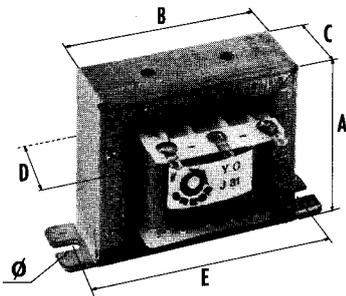

Fig. 1
- à étrier (figure 1)
MODELE A ETRIER Figure 1